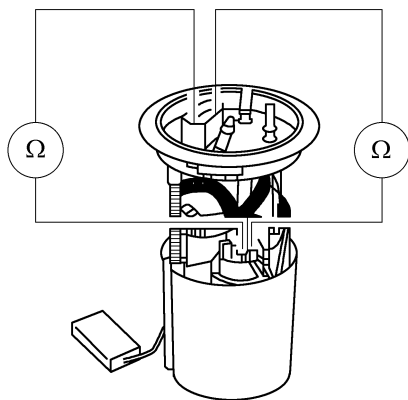

图 2-5-2 测试导线导通性
⑥ 按下遥控器的开关,燃油泵的运行声音必须可以听到。如果听不到运行声音,应拆下燃油泵,如图 2-5-2 所示,检查法兰与燃油泵间的导线是否已连接,是否导通。如果确定导线无故障,则说明燃油泵损坏,应更换燃油泵。